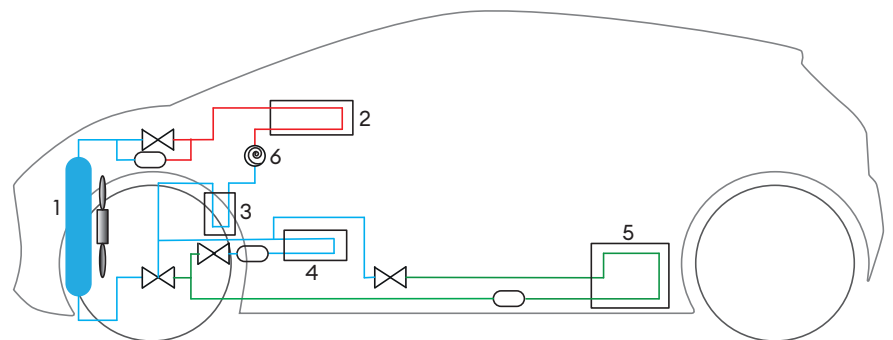

Bild 2: Climatiseur avec pompe à chaleur en mode chauffage
Si un système de pompe à chaleur est intégré dans un circuit frigorifique existant d'un système de climatisation, la structure devient immédiatement plus complexe. Des vannes et des échangeurs de chaleur supplémentaires sont nécessaires. La fig. 2 montre la structure schématique d'un tel système. Les lignes bleues représentent le fluide frigorigène en tant que fluide froid et les lignes rouges celles du fluide frigorigène chaud. Les lignes vertes ne sont pas pertinentes en mode chauffage. En mode chauffage, l'électrovanne devant l'évaporateur (1) est fermée. En conséquence, le réfrigérant chaud et liquide doit s'écouler à travers l'étranglement fixe. Cela provoque une chute de pression devant l'évaporateur (1) et le fluide frigorigène s'évapore. Pour qu'il s'évapore, nous avons besoin d'un fluide capable de donner au réfrigérant la chaleur dont il a besoin. Ici, dans le véhicule, cette tâche est effectuée par l'air ambiant. Le réfrigérant désormais froid et gazeux est aspiré par le compresseur (6) via le dessiccateur (3). Dans le compresseur, le réfrigérant est comprimé et donc chauffé. Il traverse ensuite le condenseur de chauffage (2). La condensation dégage de la chaleur dans l'air de l'habitacle et chauffe ainsi l'intérieur. Il reflue ensuite dans l'évaporateur (1) via l'étranglement fixe.